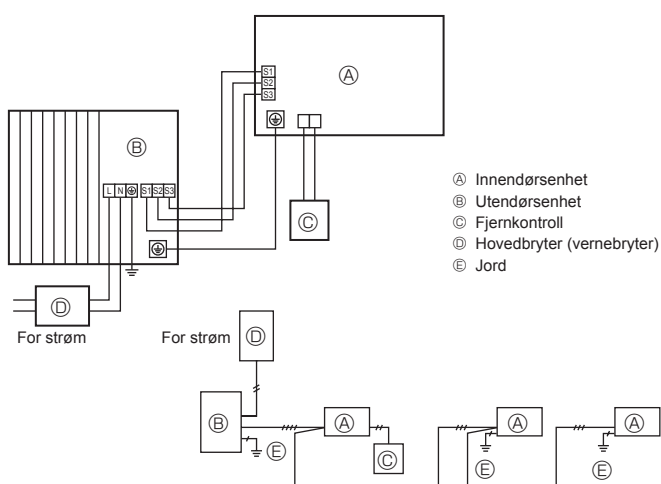

Fig. 6-1
6.1. Utendørsenhet (Fig. 6-1, Fig. 6-2)
- ① Fjern servicepanelet.
- ② Kople til kablene med henvisning til Fig. 6-1 og Fig. 6-2.